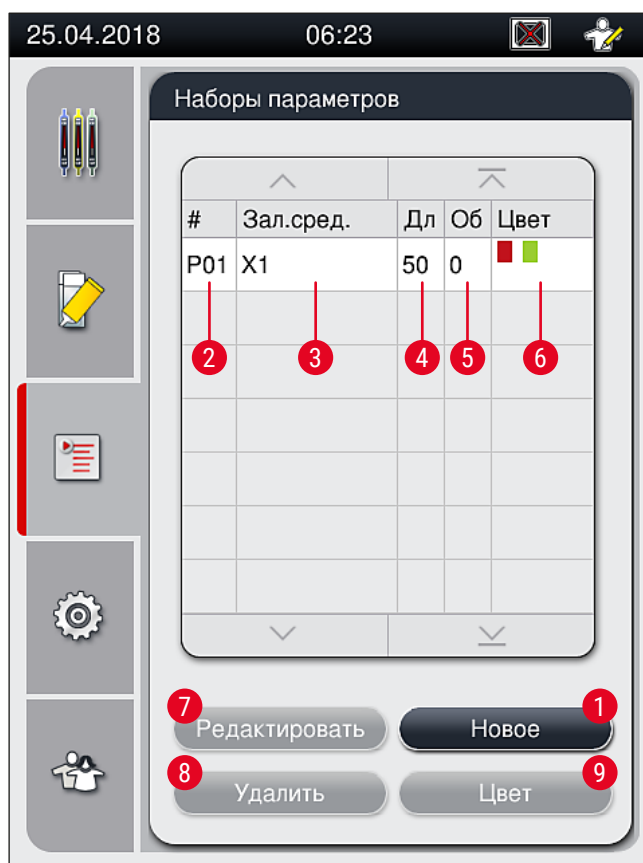

Рис. 42
- Меню наборов параметров (→ Рис. 42) позволяет пользователю создавать новые наборы параметров, изменять существующие и назначать цвета ручек штативов для наборов параметров. Создание и изменение набора параметров требует наличия статуса **Администратор**, и возможно только в том случае, если в приборе нет штативов и прибор находится в состоянии покоя.
- ✓ Новый созданный набор параметров сохраняется в памяти и может быть выбран в меню набора параметров (→ Рис. 42).